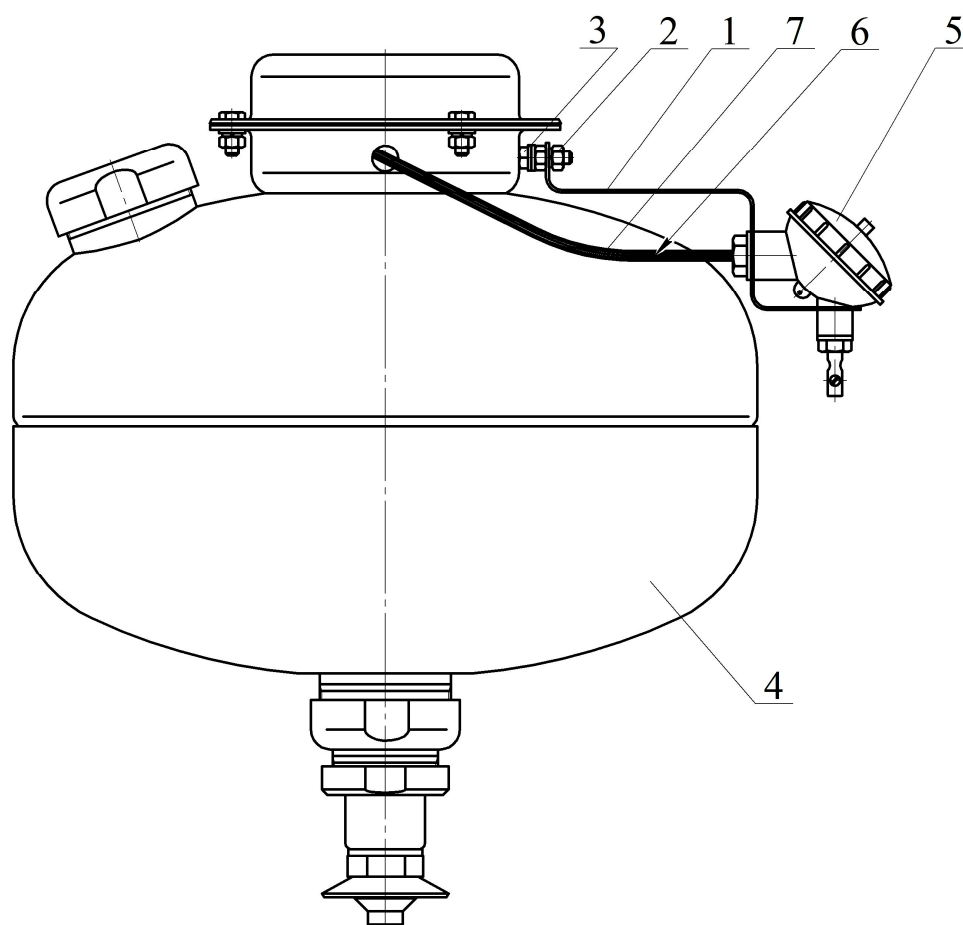

Рисунок 2
4.3.1.1 На кронштейне 1, закрепленном гайкой 2 на заземляющем зажиме 3 МУПТВ 4 (см. рисунок 2), установлен электронный узел запуска 5 (устройство пусковое температурное). Вывода 6 элемента электропускового ИХГ, вставленные в трубку ПВХ 7, через гермоввод соединены с электронным узлом запуска 5.
6.9.2 Гайкой 2 (см. рисунок 2) закрепить на корпусе МУПТВ кронштейн 1.
6.9.3 С корпуса 1 электронного узла запуска (см. рисунок 4) открутить крышку 2 и винт 3. Через отверстия винта 3 (см. рисунок 4) и кронштейна 1 (см. рисунок 2) в гермоввод электронного узла запуска ввести провода элемента электропускового ИХГ и при необходимости ШПС. Винтом 3 согласно рисунку 2 закрепить на кронштейне электронный узел запуска.